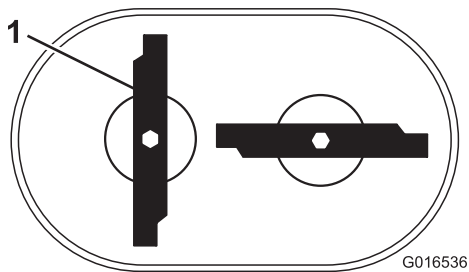

Figuur 45
- Ondersteun de messen met een plank en draai de mesbout rechtsom met een momentsleutel zoals in Figuur 45; draai de mesbout vast met een torsie van 82 Nm.